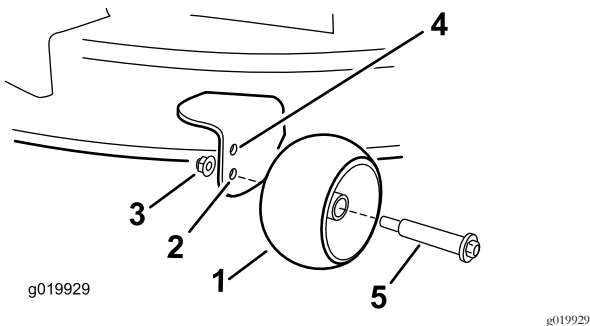

Figure 23
- Trou supérieur – utilisez cette position pour les hauteurs de coupe du tablier jusqu'à 63 mm (2½ po) (Figure 23).
- Trou inférieur – utilisez cette position pour les hauteurs de coupe du tablier à partir de 76 mm (3 po) (Figure 23).